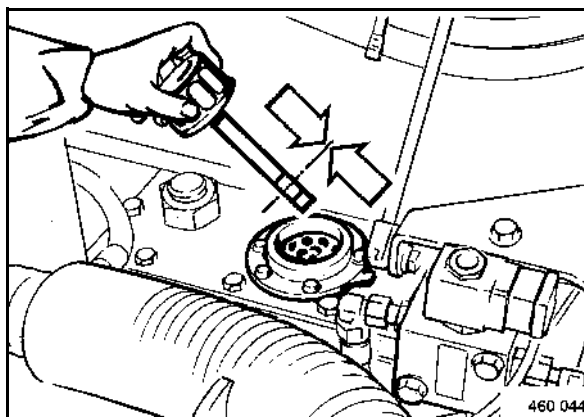

fig. 88
- Vérifier le niveau de l'huile hydraulique à la jauge. Le niveau doit se situer entre les repères MIN et MAX (fig. 88).